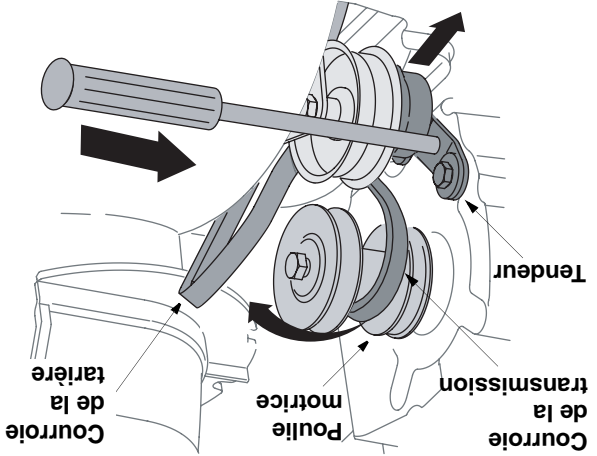

Figure 26
- Poussez la poulie de tension loin de la goulotte et enfoncez un tournevis à tête Phillips dans le trou sur la tendeur, comme à la Figure 26. Ceci éliminera la tension sur la courroie de la transmission.
- Dégagez la courroie de la transmission et éloignez-la de la poulie motrice pour la retirer. Voir la Figure 26.